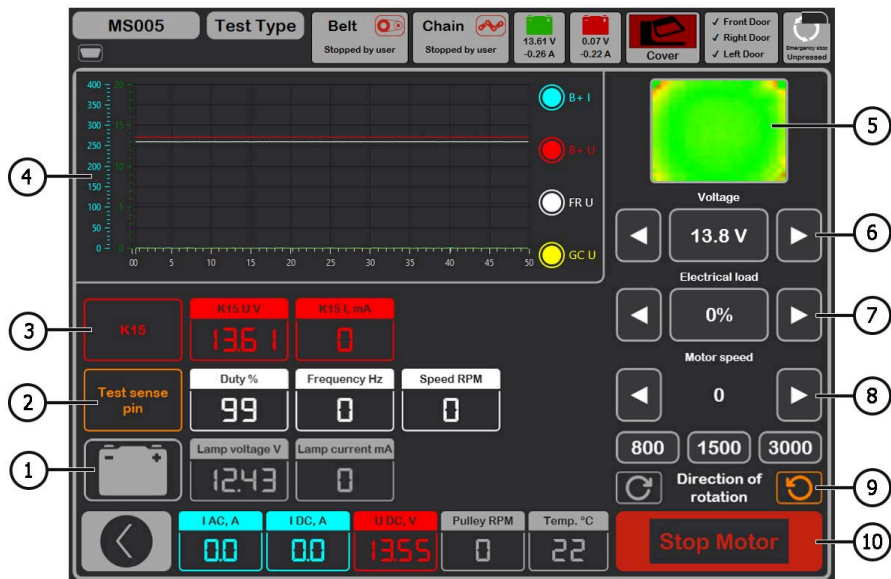

Рисунок 23. Меню режима проверки генератора
В режиме диагностики любого типа генератора на экране может отображаться следующая информация (рис. 23):
5.2. Если в генераторе предусмотрен индикатор контрольной лампы (генераторы, у которых есть терминал **L (D+, I, IL, или 61)**), то должен загореться индикатор контрольной лампы. (см. поз. 1 рис. 23).